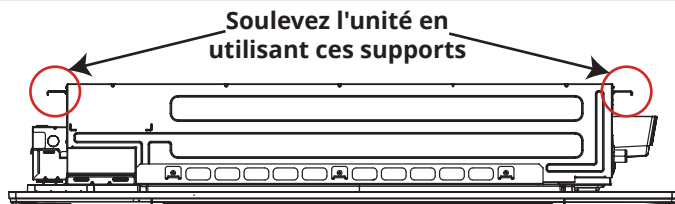

Figure 5.1
- Déballez et décachetez l'unité de son emballage. Ensuite, soulevez et déplacez l'unité en utilisant la base des 4 supports (2 par côté) indiqués à la figure 5.1 ci-dessous.